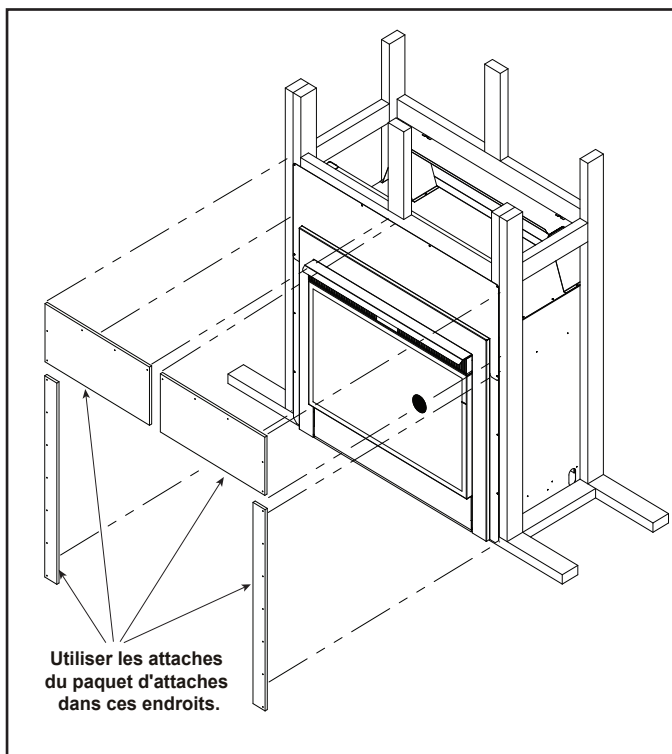

Figure 5.8 Montage du matériau de revêtement non combustible (côté extérieur seulement)
- Centrez et attachez les planchettes supérieures (les deux plus courtes) aux éléments de la charpente. Voir la figure 5.8.
- Fixez à la charpente les pièces latérales de gauche et droite. Voir la figure 5.8.
- Utilisez les attaches du paquet d'attaches (dans le sac du manuel) dans les zones assombries (Figure 5.8).